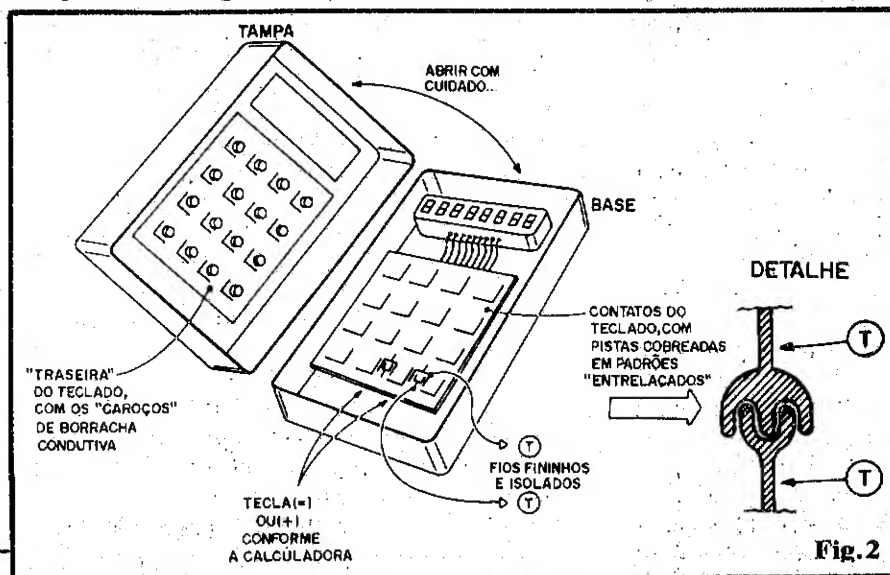

Fig. 2
A fig. 2 dá os detalhes principais sobre como efetuar o acoplamento do circuito com a calculadora... Vamos descrever as providências, passo-a-passo:
- Na calculadora, digite "0,1" e "+" (se a tecla de comando de incremento, escolhida na fig. 2, foi a de "="...).
- Ou digite "0,1", apenas (se a tecla de incremento, conetada conforme mostrou a fig. 2, for a de "+"...).